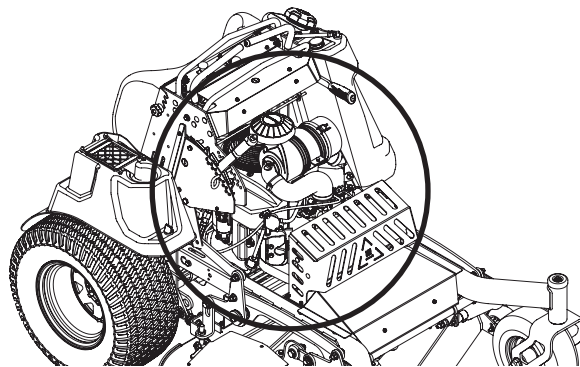

Fig. 18
- Nettoyez le collecteur d'échappement, les fusibles, tous les câbles et faisceaux, le tuyau du silencieux, le bouclier du silencieux, les grilles d'admission du moteur et les ailettes de refroidissement, etc (Fig. 18).